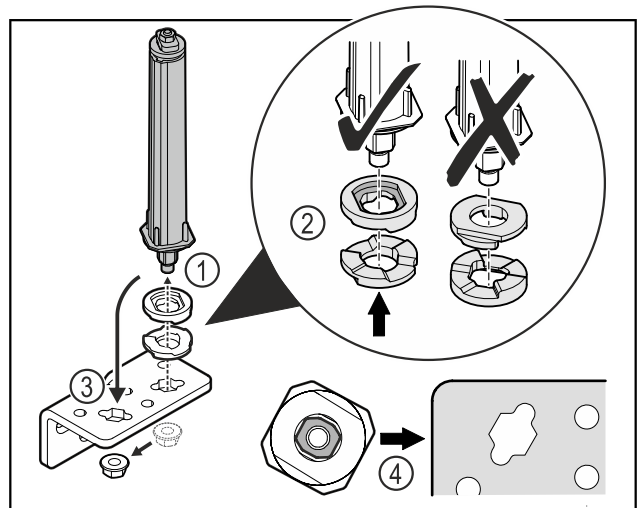

Fig. 30
- Mutter lösen und Türschließsystem entfernen Fig. 30 (1).
- Auf die korrekte Ausrichtung der Höhenverstelleisen achten Fig. 30 (2).
- Türschließsystem im Scharnierwinkel umsetzen und mit der Mutter fixieren Fig. 30 (3).
- Beim Einsetzen auf die korrekte Ausrichtung des Türschließsystems achten Fig. 30 (4).